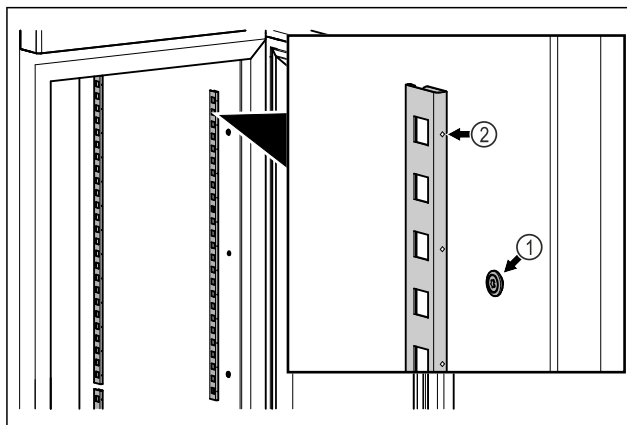

Fig. 48 Représentation à titre d'exemple
- Accrocher les bandes d'encliquetage dans la suspension Fig. 48 (1). Le repère Fig. 48 (2) doit pointer vers l'avant.